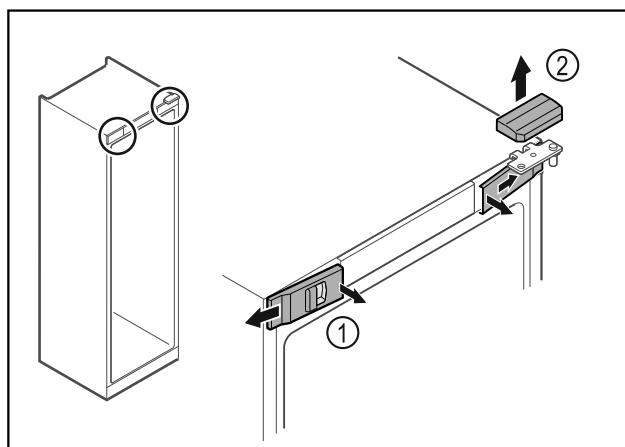

Fig. 16
- Nxirri nga foleja kapakët mbulues të përparmë Fig. 16 (1) në pjesën e brendshme dhe hiqini nga anash.
- Hiqni kapakun mbulues të sipërm Fig. 16 (2) duke e ngritur lart.